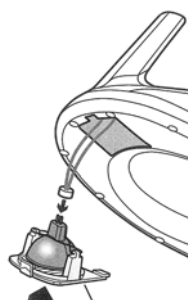

Fig. 12
7) スポットライトのケーブルをライトに接続し、フード吸引側に取付けてください。(Fig. 12)